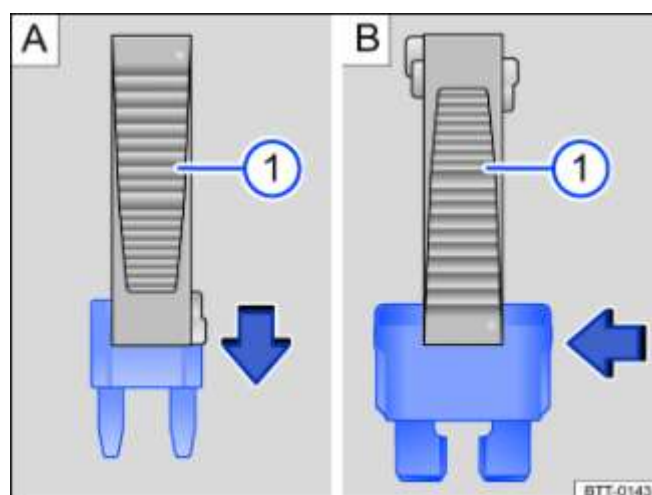

Fig. 174 Extraction du fusible à l'aide de la pince en plastique ou mise en place du fusible :
- Si nécessaire, retirez la pince en plastique de la boîte à fusibles ou du cache de la boîte à fusibles concernée ➔ *Fig. 174*. ①.
- En fonction de la version du fusible, faites glisser par le haut ou latéralement sur le fusible l'agrafe appropriée de la pince en plastique ➔ *Fig. 174*.